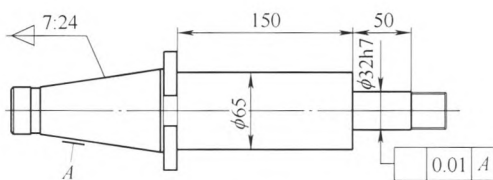

图 1
(1) 首先我们准备一根一端是莫氏 4 锥柄,另一端外圆与锥齿轮内孔相配合的带螺纹心轴,一根如图 1 所示的刀杆(这种刀杆我厂每台铣床必备)。用这种刀杆,可不用挂架,横梁可伸到铣床床身后面。这样垂直工作台在做自动进给时,就不会因为担心锥齿轮撞到横梁,而使工作台面能上升到距主轴 30 mm 处。因此,只要锥齿轮调起角度后,大端距工作台面大于 30 mm 的工件都可采用此种方法加工。